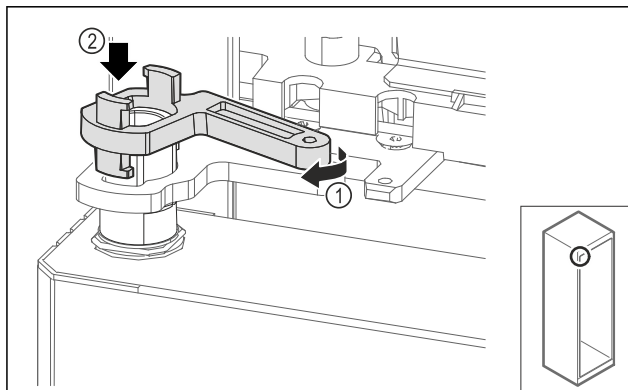

Fig. 65
- ▶ Fordítsa el kissé a csapágybak zárját Fig. 65 (1), és helyezze a hüvelyre Fig. 65 (2).